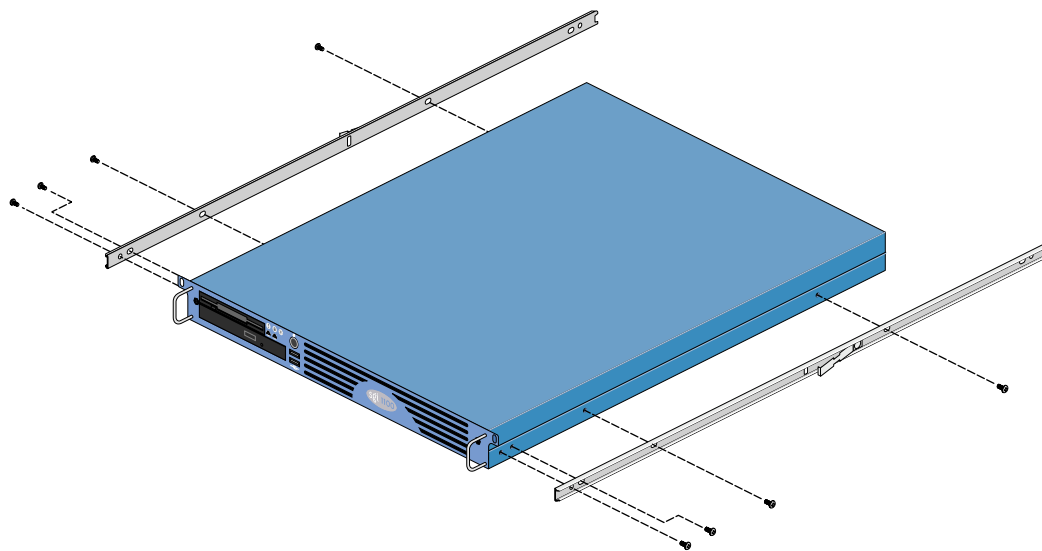

図 2-8 レールを SGI 1100 Server 本体に取り付ける
1. M4xL5 ネジ（表 2-2 参照）を 4 個使って、本体用レールの 1 本を SGI 1100 Server 本体の右側に取り付けます。レールを正しい方向に取り付けてください（詳細については、図 2-8 を参照してください）。